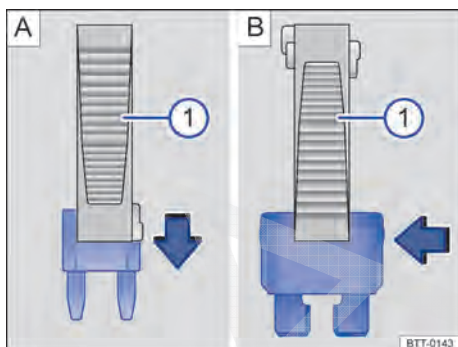

Fig. 269 Remover ou instalar um fusível com a garra da pinça de plástico ①.
⇒ Fig. 269 ① da cobertura da caixa de fusíveis.
- Em caso de *fusíveis pequenos*, encaixar a garra ① por cima ⇒ Fig. 269 A.
- Em caso de *fusíveis maiores*, empurrar a garra ① lateralmente sobre o fusível ⇒ Fig. 269 B.
- Caso o fusível esteja queimado, substituir o fusível por um novo da *mesma* intensidade (mesma cor e inscrição) e do *mesmo* tamanho ⇒ ①.